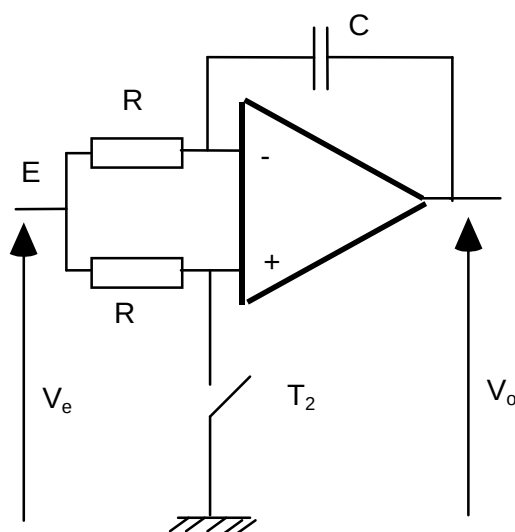

figure 3
- 2) On s'intéresse ensuite au montage élémentaire de la figure 3. On rappelle que la tension d'entrée est une sinusoïde pure.